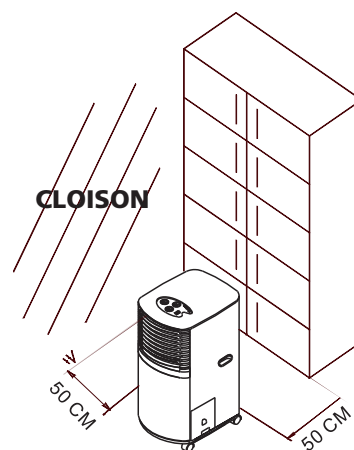

fig. 4
- Gardez toujours un espace libre d'au moins 50 cm entre l'appareil et les murs, les meubles ou les rideaux (fig. 4).